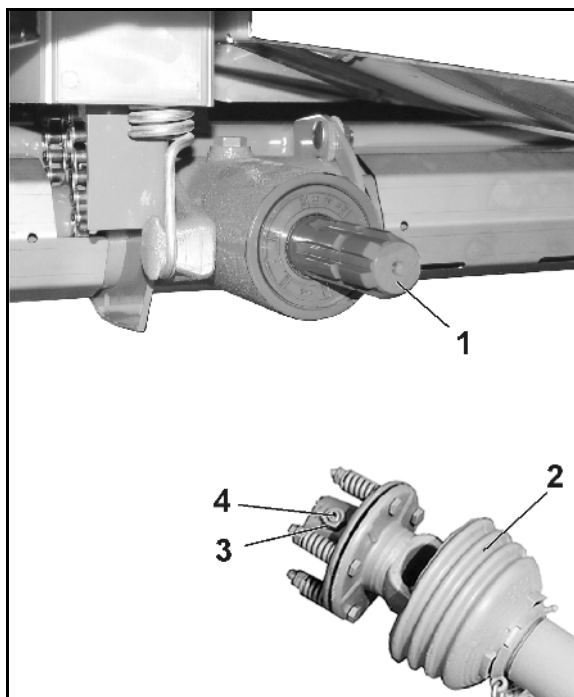

Fig. 85
1. Løsn beskyttelsestragten (Fig. 85/2), og sænk den bagud.
2. Løsn kontramøtrikken (Fig. 85/3) i tilslutningsgaflen fra friktionskoblingen (indtil gevindstiften ikke længere rager ud over kontramøtrikken), skru unbrakogevindstiften (Fig. 85/4) ud.
3. Del tilslutningsgaflen fra gearkassens indgangsventil med et stykke fladjern (Fig. 85/1).